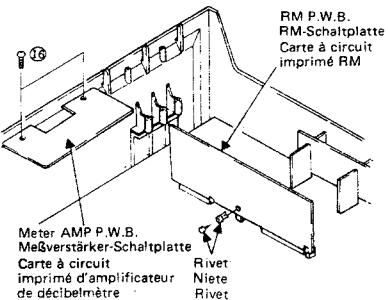

Fig. 6 Abb. 6
#### (6) Meter AMP P.W.B. (Fig. 6)
#### (7) RM P.W.B. (Fig. 6)
#### (6) Meßverstärker-Schaltplatte (Abb. 6)
#### (7) RM-Schaltplatte (Abb. 6)
(6) Carte à circuit imprimé d'amplificateur de décibelmètre (Fig. 6)
(7) Carte à circuit imprimé RM (Fig. 6)